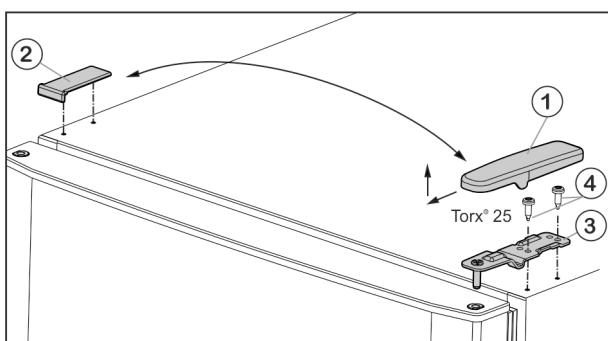

Fig. 5
- ▶ Kryt Fig. 5 (1) stáhněte dopředu a nahoru.
- ▶ Kryt Fig. 5 (2) zvedněte.
- ▶ Horní stojan ložiska Fig. 5 (3) odšroubujte (2 krát Torx® 25 Fig. 5 (4)) a stáhněte nahoru.
- Horní stojan ložiska Fig. 5 (3) vložte na nové straně závěsu do dvířek.
- Horní stojan ložiska **pevně přišroubujte (4 Nm)** (2krát Torx® 25) Fig. 5 (4). Popřípadě použijte akumulátorový šroubovák.
- Kryt Fig. 5 (1) na opačné straně zvenčí nasadte a nechte zaklapnout.
- Kryt Fig. 5 (2) vždy na opačné straně shora nasadte a nechte zaklapnout.